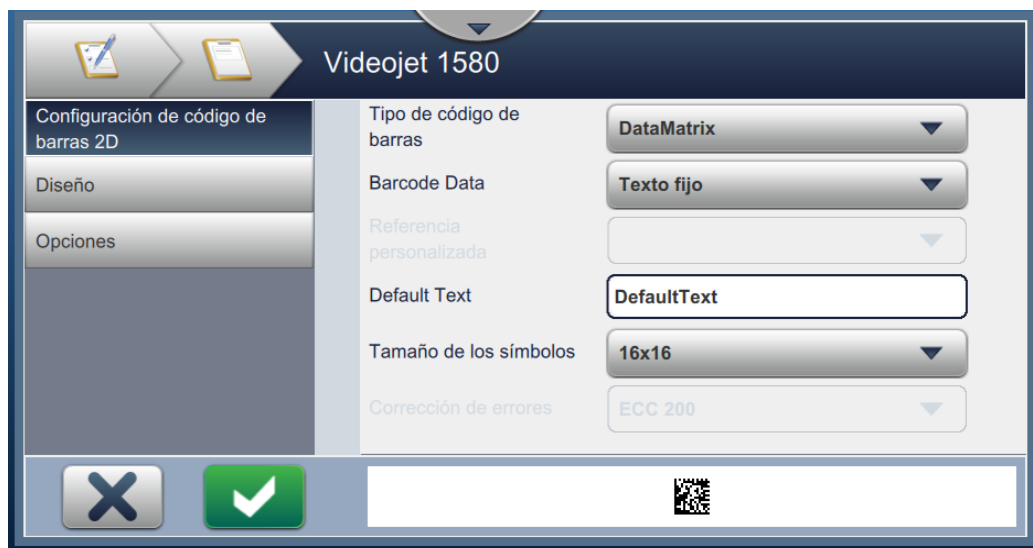

Figura 6-10. Pantalla Configuración de código de barras 2D
4. Se abrirá la pantalla Configuración de código de barras 2D, como se muestra en la Figura 6-10.